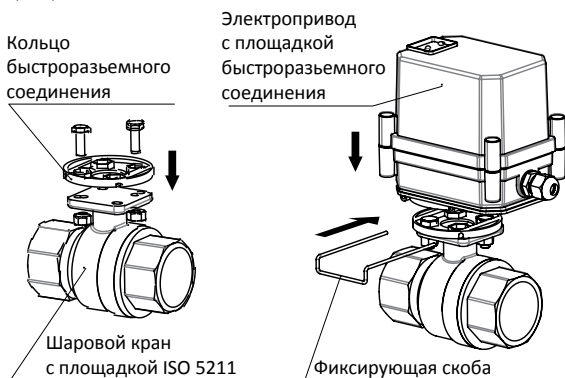

Рис. 2. Порядок присоединения электропривода Professional BS к шаровому крану .
2) Пластиковое кольцо быстроразъёмного соединения электропривода крепится к площадке шарового крана двумя болтами М5 с гайками. Пазы для фиксирующей скобы на кольце быстроразъёмного соединения должны быть ориентированы поперек движения потока (рис. 2).
3) Электропривод совмещается с установленным кольцом на шаровом кране и вращением выставляется в одинаковое состояние. Установкой скобы в отверстия происходит фиксация быстроразъёмного соединения (рис. 2).